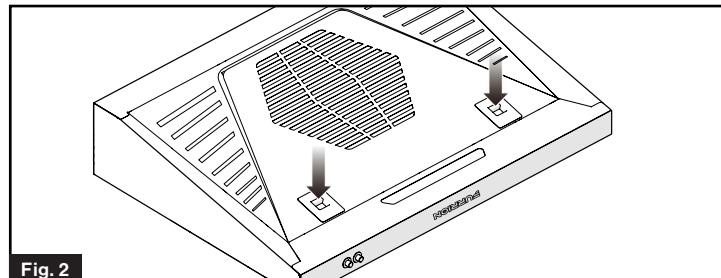

Fig. 2
- Presione las dos pestañas de liberación de la tapa de la parrilla para soltarla de la campana. (Fig. 2)